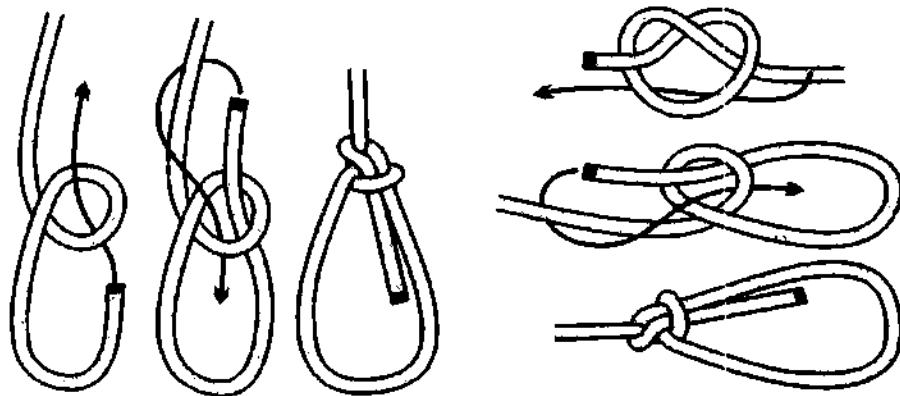

Рис. 293. 1-й способ вязки *беседочного узла*. После того, как завязан *простой узел*, ходовой конец обносится вокруг коренного и пропускается назад в кальшку.
**1-й способ вязки беседочного узла.** Петля вяжется из *простого узла* (рис. 293). Скорее всего, *булинь* и был придуман древним человеком именно из *простого узла*. Неизвестный изобретатель наиболее оптимально закрепил ходовой конец *простого узла* в самом же узле, и в итоге получилась незатейливая и очень крепкая незатягивающаяся петля.